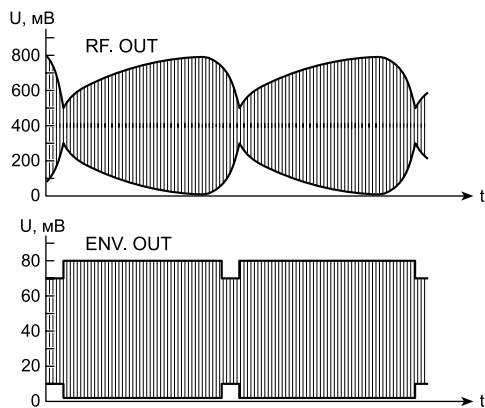

Рис. 4. Формы огибающей сигналов Hi-Fi-звука
В более поздних моделях видеомагнитофонов (NV-90, 95, 100) на контрольную точку TP4501 выведен сигнал RF.OUT, а на контрольную точку TL43 – сигнал ENV.OUT. Параметры сигналов такие же, как в модели NV-F55, однако, измеренная чувствительность тракта Hi-Fi несколько выше: отключение каналов происходит при размахе ЧМ-сигнала менее 150 мВ в цепи RF. OUT. В S-VHS-видеомагнитофонах (NV-HS800, 1000, AG-4700) контрольная точка TP4501 не задействована (замкнута на корпус), а на контрольную точку TP43 выведен сигнал RF. OUT. Параметры и форма сигналов те же, что указаны выше (см. рис. 4), так как в предварительных усилителях применены одинаковые микросхемы BA7743S (FS).